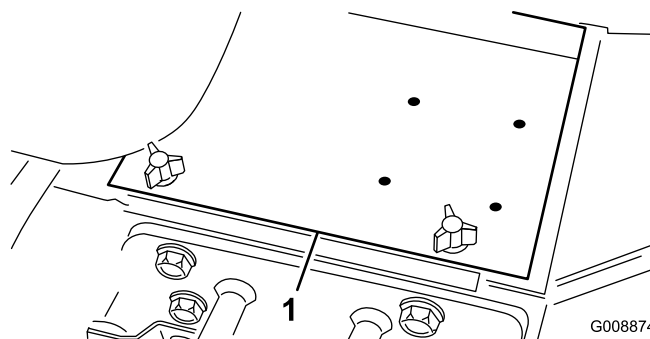

Figura 4
3. Retire a cobertura da bateria (Figura 4).